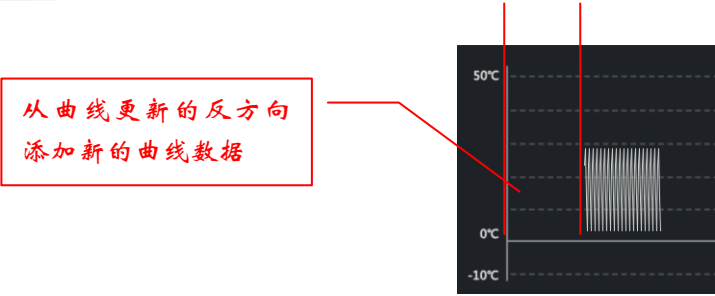

图 4-13 后端添加数据
- (4) 指定通道后端添加新数据：在曲线更新的反方向发送曲线数据，如图 4-13 所示。